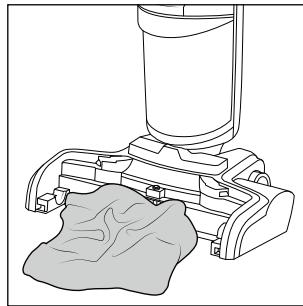

Fig. 36
- ◆ Si le compartiment à brosse est sale, nettoyez-le avec une lavette ou un chiffon humide (voir fig. 36).